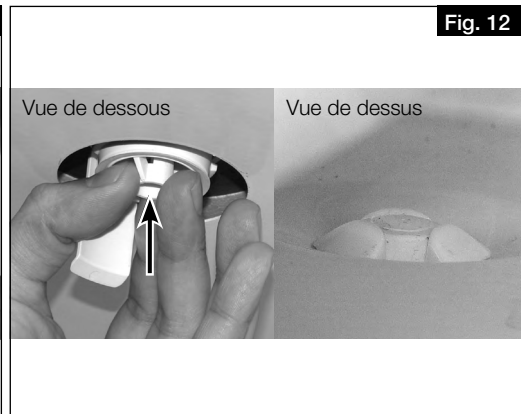

Fig. 12
2. Insérer par en dessous la pièce de fixation dans l'orifice d'évacuation des condensats, jusqu'à ce que les clips s'enclenchent au fond de la plaque métallique (voir Fig. 12).